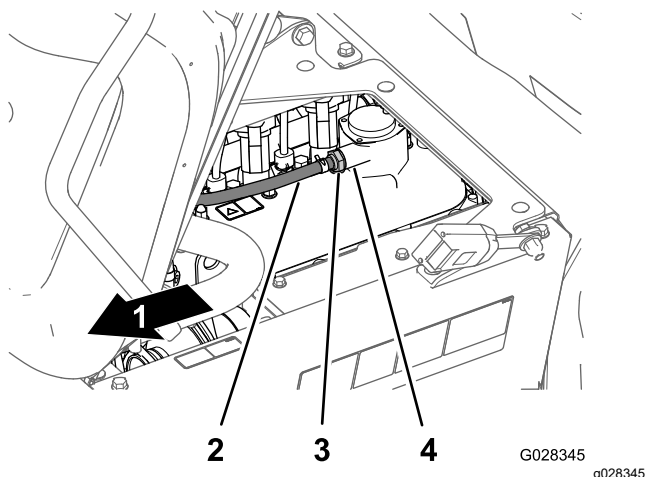

图 81
2. 从阀盖接头上拆下 PCV 阀图 81。
注意 如果阀门的内节流器发出咔嗒声表示 PCV 阀可用如果内节流器在摇动时无法自由发声则应更换 PCV 阀图 81。
4. 插入 PCV 阀直到其在阀盖接头的密封件内完全到位图 81。